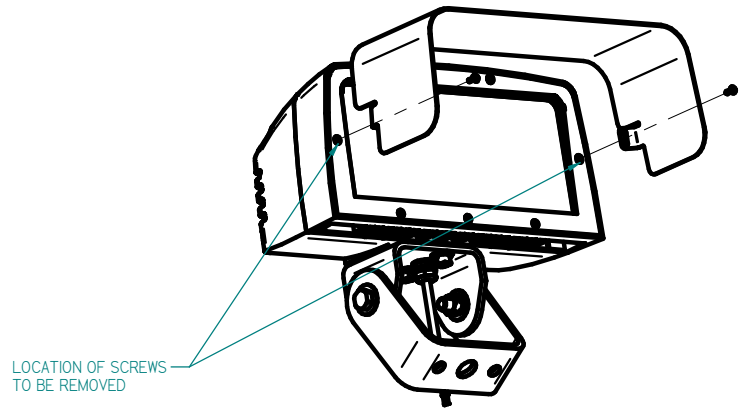

Fig. 2: Montage Le Visor
Installation de la visière (voir Fig. 2)
- Retirez les deux vis aux endroits indiqués sur la figure. 2.